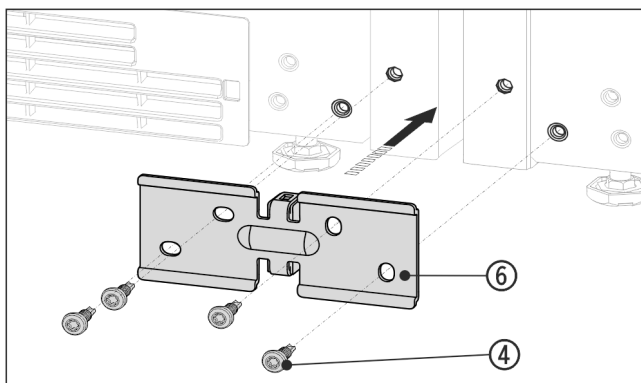

Fig. 15 Примерно изображение
- ▶ Вкарайте ъгъла Fig. 15 (6) с дистанционера между уредите и завинтете хлабаво с 4 винта Fig. 15 (4).